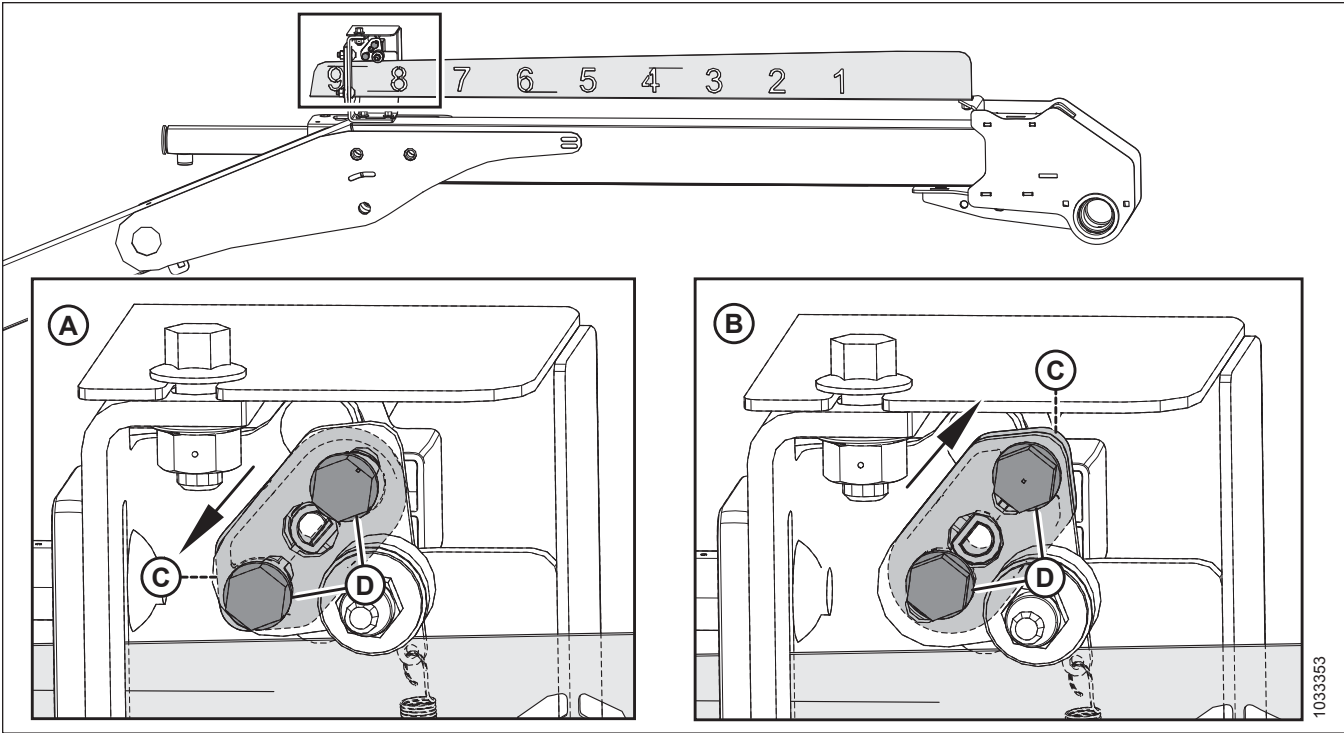

Abbildung 3.151: Konfigurationen für Sensorbügel
Die Ausrichtung des Sensorbügels (C) und der Befestigungselemente (D) notieren. Der Sensorbügel muss passend zur Maschine eingestellt werden. Weitere Informationen, siehe Abbildung 3.151, Seite 124.